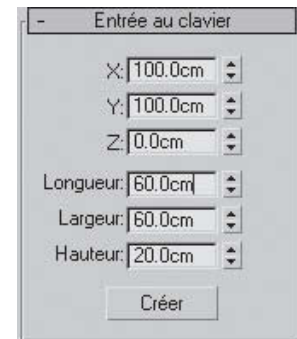

Fig.2.26
- 1 Cliquez sur le panneau déroulant **Entrée au clavier** pour l'ouvrir. Par défaut, ce panneau déroulant est fermé (fig.2.26).